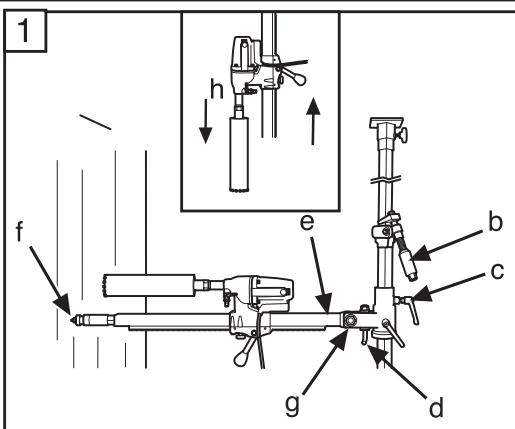

Fig. 7
5. Montare la perforatrice DMS 160 sulla colonna di foratura (fig. 7) (h).
5. Bohrmotor DMS160 an der Bohrsäule (Abb. 7) (h) anbringen.
5. Monter le moteur de forage DMS160 sur le pilier de forage (Fig.7) (h).
5. Monteer boormotor DMS160 op de boorkolom (Fig. 7) (h).